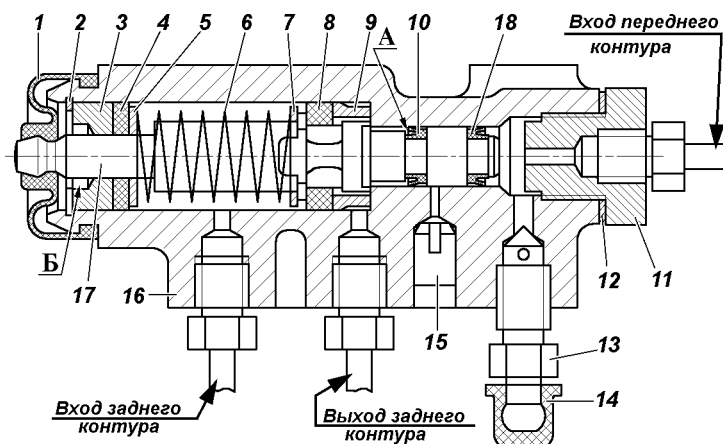

Рис. 13.7. Регулятор давления:
На автомобилях, не оборудованных системой АБС, устанавливается регулятор давления (рис. 13.7), который автоматически корректирует давление тормозной жидкости в тормозных механизмах задних колес в зависимости от загрузки автомобиля.
При нажатии на тормозную педаль поршень 17 (см. рис. 13.7) регулятора давления должен выдвинуться из корпуса на 1,7-2,3 мм. Отсутствие хода поршня, а также его недостаточный или чрезмерный ход свидетельствуют о неисправности регулятора или его привода.
3. Заверните болт 4 до соприкосновения его с хвостовиком поршня 17 (см. рис. 13.7) регулятора.